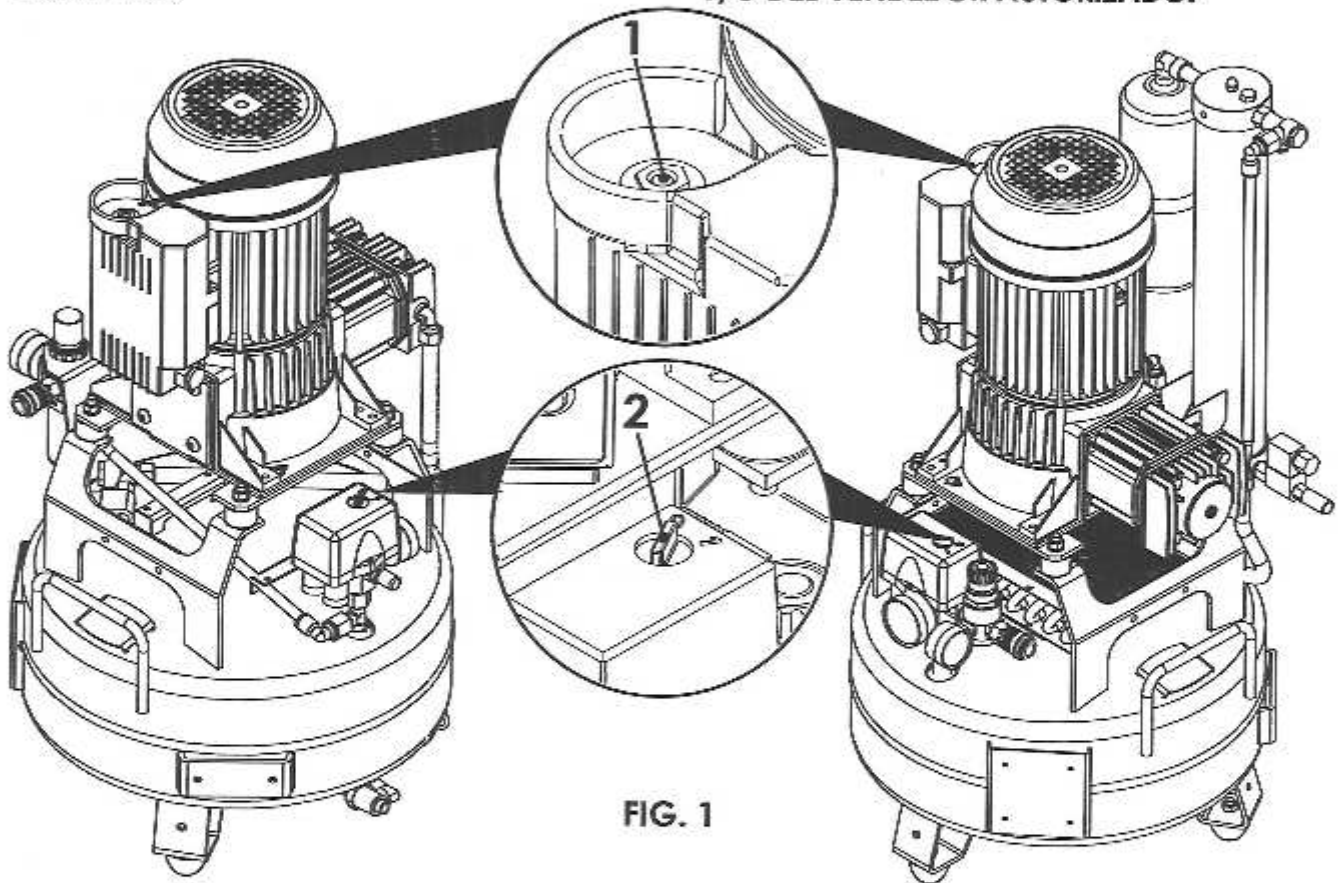

FIG. 1
- 2) Premere il pulsante del termico ripristinabile (FIG. 1 - Rif. 1);
- 2) Pulse la tecla del térmico restablecible (FIG. 1 - Ref. 1);
1) Portare l'interruttore "ON (I) - OFF (0)" (FIG. 1 - Rif. 2) in pos. "OFF (0)";
3) Solo in caso di fine ciclo lavoro eseguire lo scarico condensa dal serbatoio, agendo sulla valvola di scarico condensa (FIG. 1 - Rif. 12).
L'arresto di emergenza della macchina può essere effettuato portando in pos. "OFF (0)" l'interruttore "ON (I) - OFF (0)" (FIG. 1 - Rif. 2).